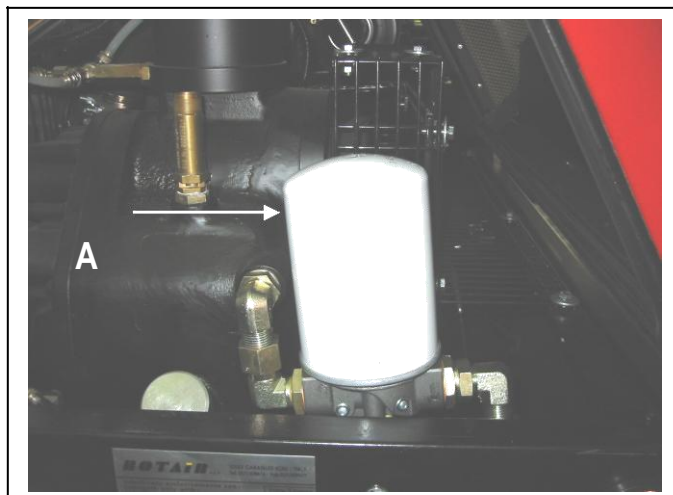

FIG. 19
## -- 10.9) ÎNLOCUIRE FILTRU ULEI COMPRESOR (Fig. 19 --
- 4) Deșurubați sau înlocuiți cartușul filtrului de ulei ( fig. 19 partea A );